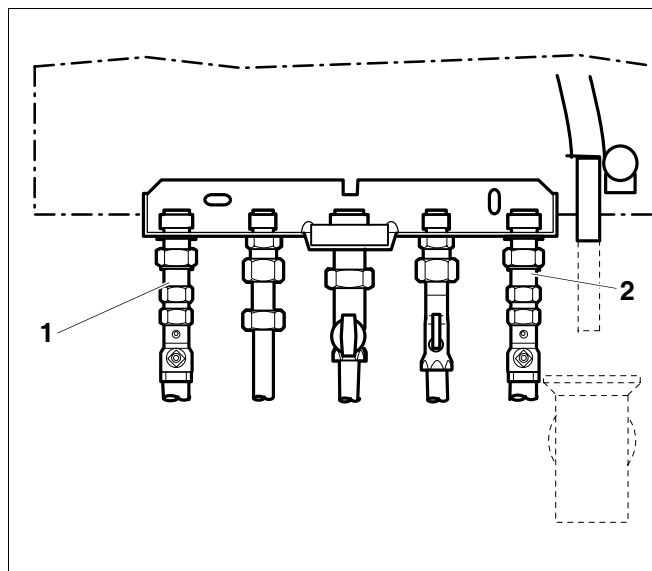

Bild 10 Rohranschlüsse Überputzmontage
- In den Vor- und Rücklauf je einen Wartungshahn (→ Bild 10, [1] und [2]) für Inspektions- und Wartungsarbeiten einbauen.